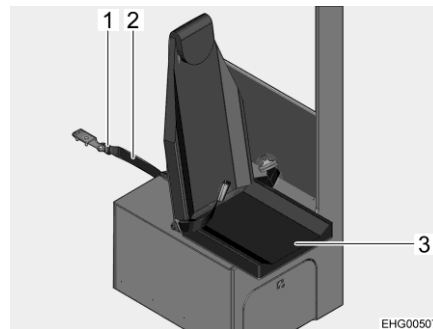

Fig. 18 Sécuriser le siège emboîtable
- Introduire la sangle de sécurité (Fig. 18,2) dans sa boucle de fermeture (Fig. 18,1) sur le montant B.
- Rabattre l'assise de siège (Fig. 18,3).